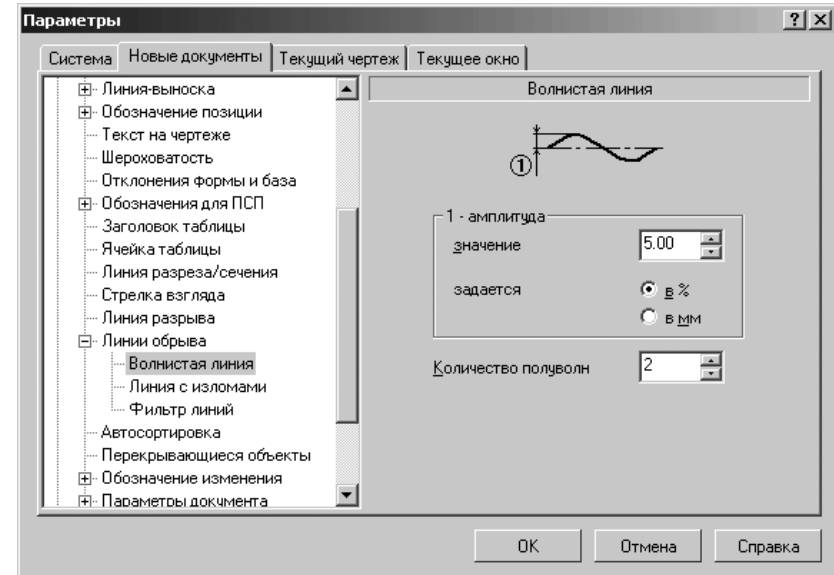

Рис. 10.71. Диалоговое окно **Параметры** с открытой вкладкой **Новые документы** и панелью **Волнистая линия**
- щелкните в списке настраиваемых элементов **Линия обрыва** по пункту **Волнистая линия**. В правой части появится панель **Волнистая линия**, показанная на рис. 10.71;